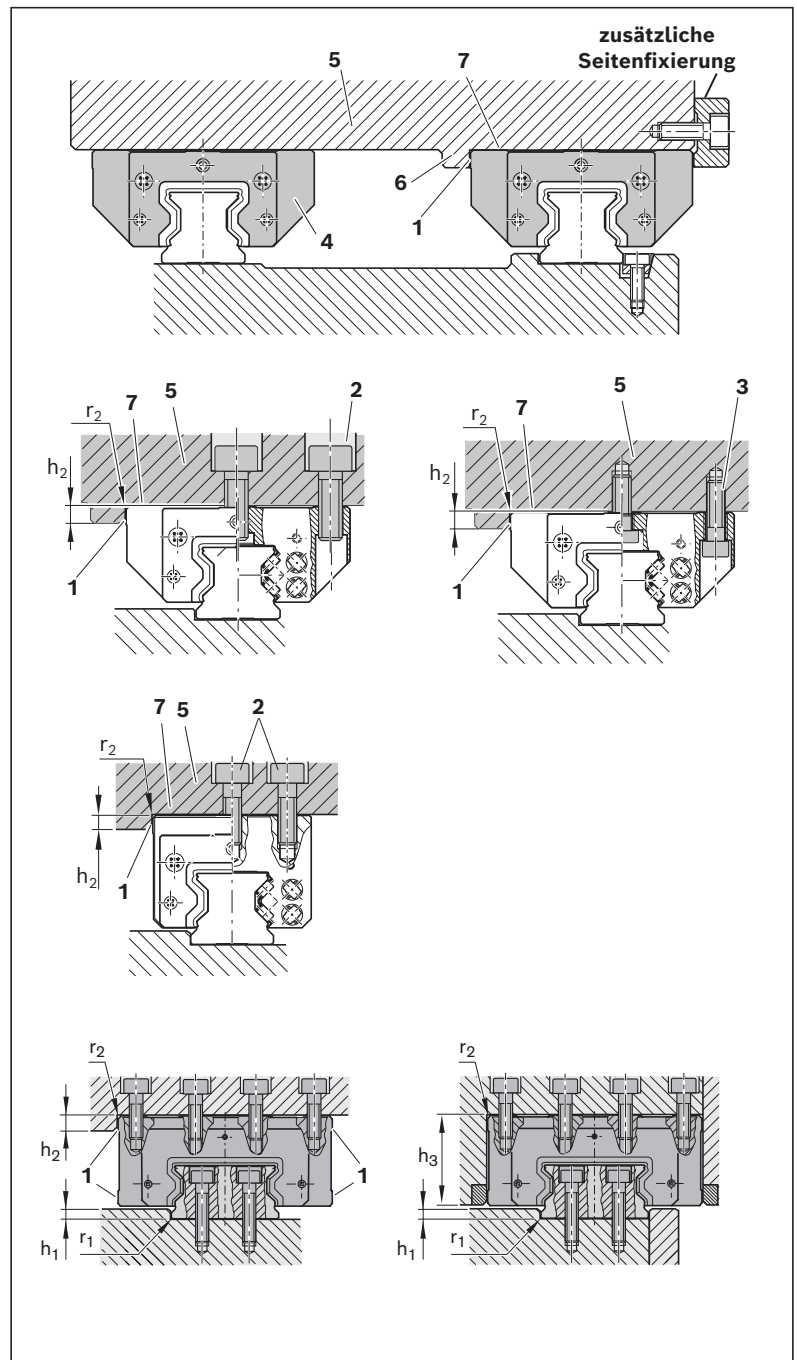

Fig. 55: Aufbau auf Führungswagen montieren
1. Aufbau (1) auf eine rutschfeste Unterlage ablegen (2).
5. Führungswagen eventuell an Anschlagkante (3) anpressen und mit zusätzlicher Seitenfixierung versehen ➔ Fig. 55.